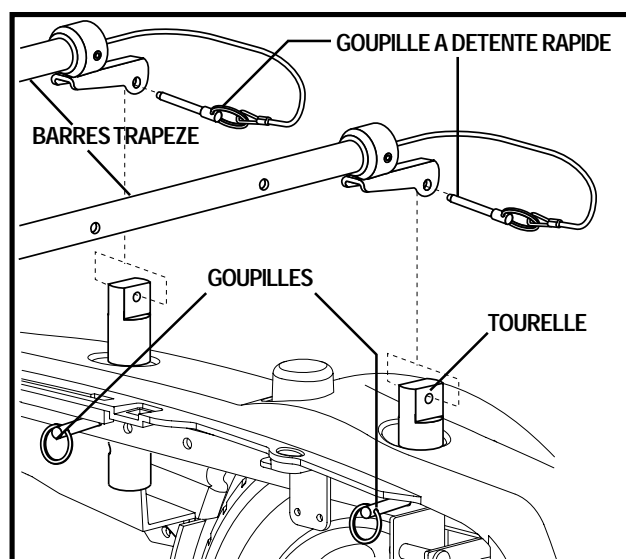

Figure 14. Réglage de la hauteur
6. Retirez les goupilles à détente rapide des tourelles (avant/arrière) de siège. Voir la figure 14.
9. Retirez les goupilles des quatre tourelles de siège. Voir la figure 14.